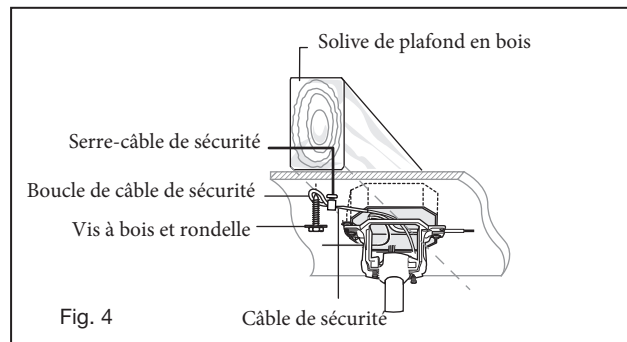

Fig. 4
REMARQUE : La languette à l'opposé de l'ouverture du support de suspension doit s'insérer dans la fente de la boule. (Fig. 4)
- 2 Connectez les fils noirs du commutateur dans le berceau A aux fils noirs dans le boîtier de commutation. Fil d'entrée chaud vers l'un des fils du commutateur du socle. Le fil d'alimentation du ventilateur est connecté au fil de l'interrupteur restant. (Fig. 4)